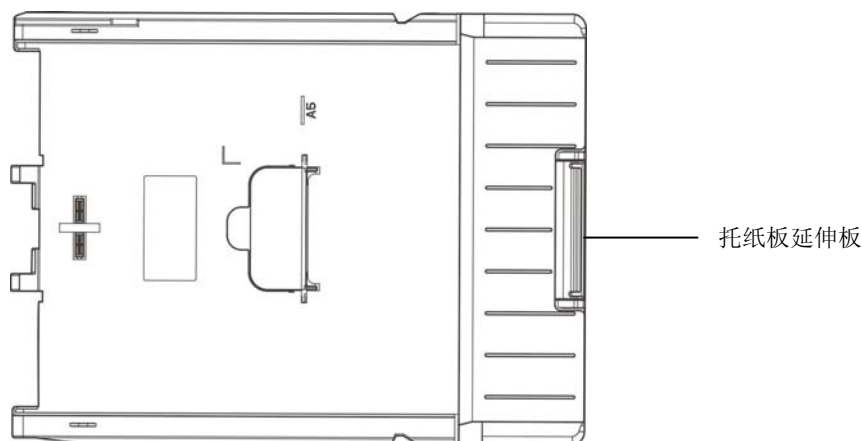

图 3-3 拉出纸仓
2. 一次放入多张纸，需先将纸边缘以扇形展开，使纸张分离，否则打印过程会出现卡纸。（如图 3-3 所示）